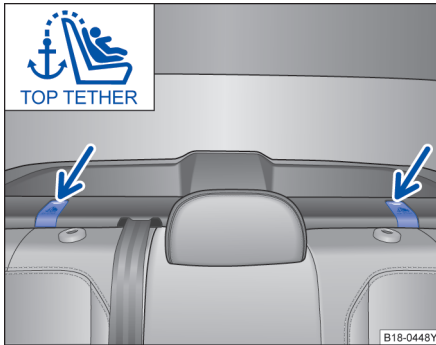

图 38 Top Tether 固定点
- 打开后排座椅后的盖板 ⇒ 图 38。
- 将上部固定带钩入相应的固定环中 ⇒ 图 38。